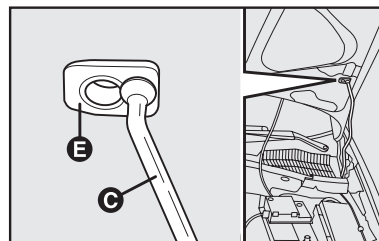

fig. 96
- 4) Introduzca el extremo de la varilla **D** en el alojamiento **E** del capó fig. 96.
- 1) Manténgalo levantado con una mano y con la otra quite la varilla **C**-fig. 96 de la apertura **E** y colóquela en su dispositivo de bloqueo.